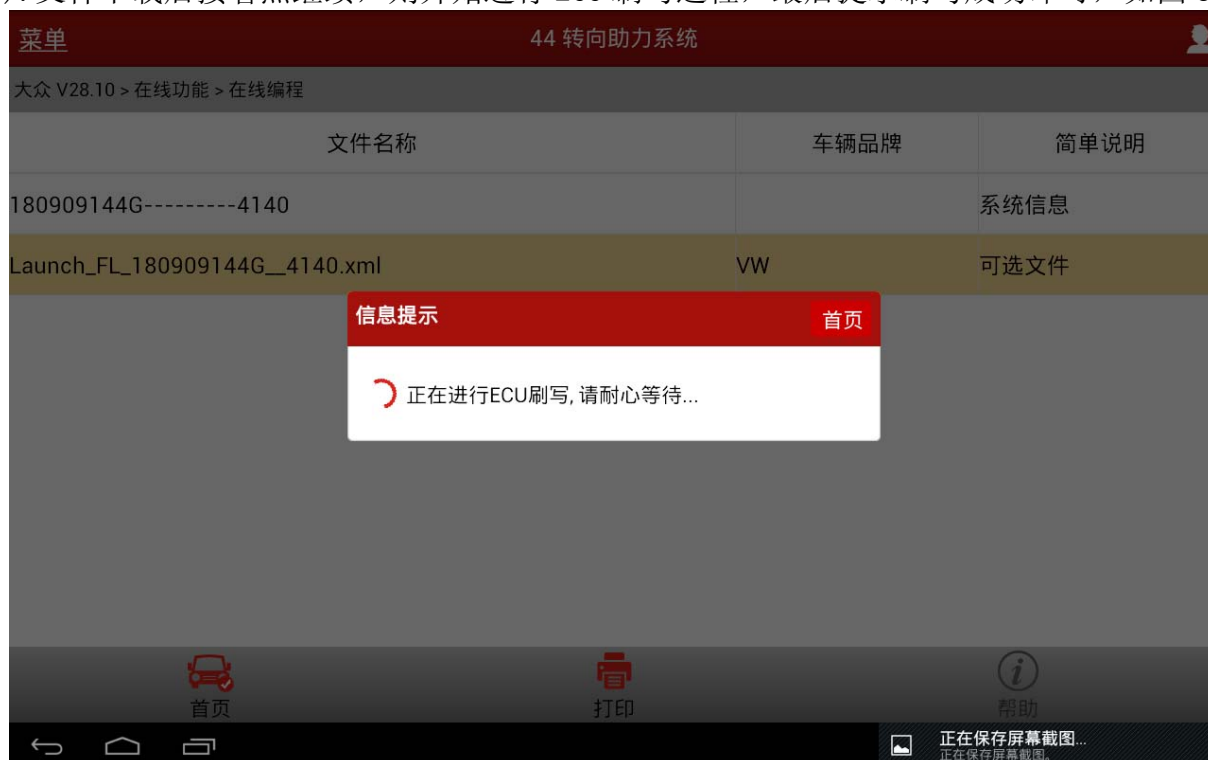

图 8
10). 文件下载后接着点继续，则开始进行 ECU 刷写过程，最后提示刷写成功即可，如图 8；